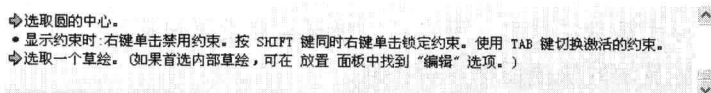

图 1-10 信息显示区
- 信息显示区：位于窗口工作区的顶部，对当前窗口中的操作作出简要说明或提示。对于需要输入数据的操作，会在该区出现文本框，供用户输入数据使用，如图 1-10 所示。